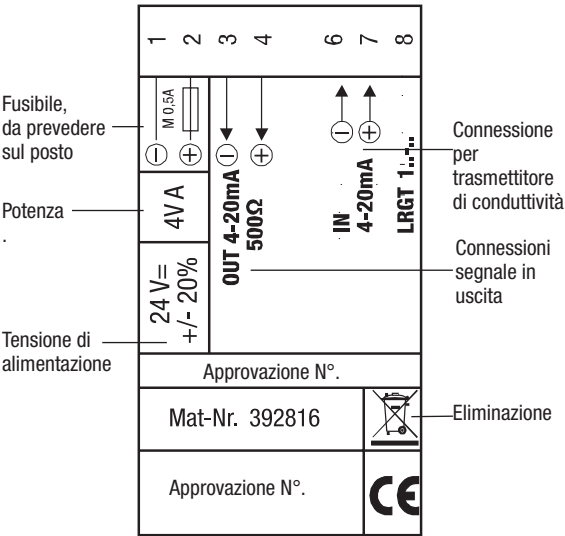

Fig. 1
I regolatori di conduttività LRR 1-50, LRR 1-51 sono agganciati su guida simmetrica TH 35, EN 60715 in quadri di controllo. Fig. 1 ❹